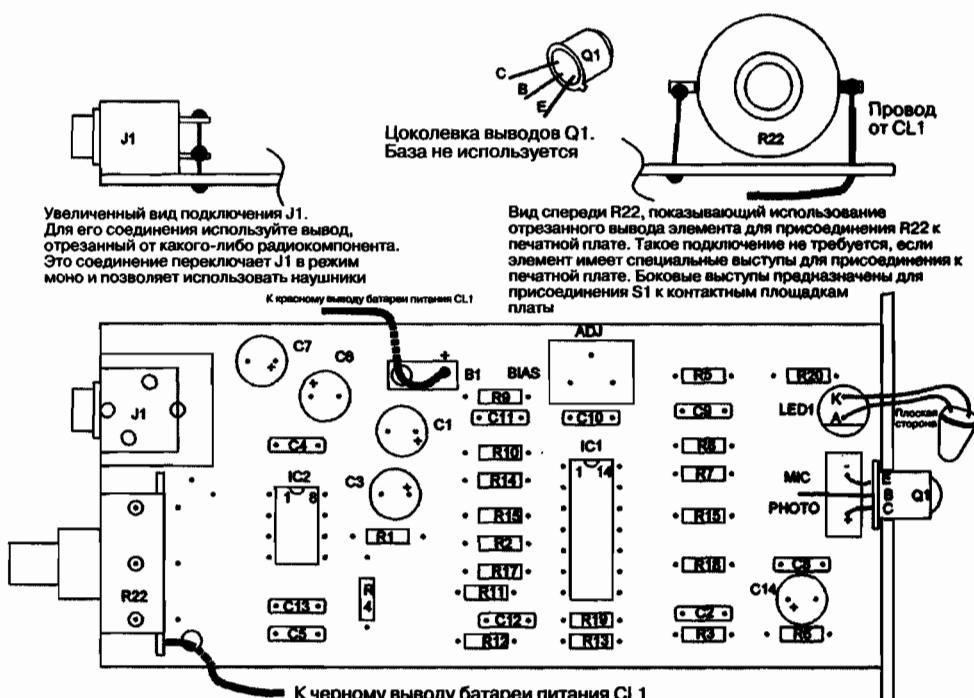

Рис. 13.9. Размещение компонентов на плате оптического приемника
2. Вставьте выводы резисторов в металлизированные отверстия, где обозначен данный резистор (рис. 13.9). Начните с установки R1 и продолжайте до тех пор, пока не вставите все резисторы. Выполните пайку
5. Вставьте фототранзистор Q1. Соблюдайте полярность (см. рис. 13.9).